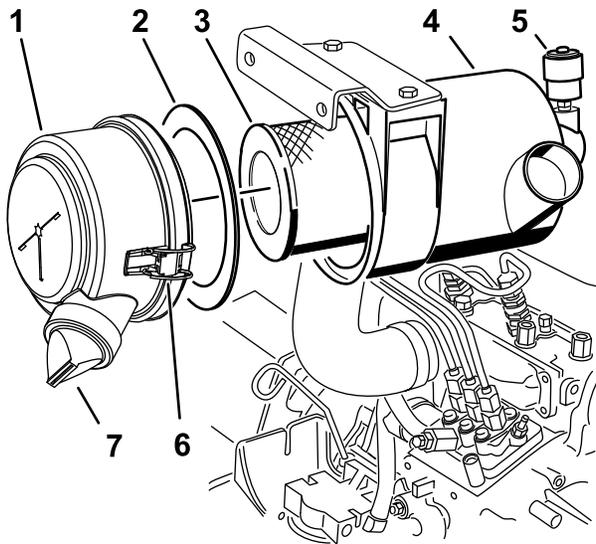

Figura 32
3. Faça a manutenção do filtro de ar (Figura 32).